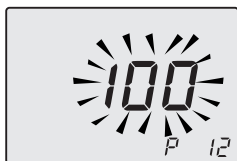

Figura 3.15
- Scorrere i vari parametri utilizzando i tasti 7 o 8 fino a far apparire sul display LCD le lettere **P12** e il valore del parametro (74=T260A.2025SM/T o 82=T260A.3035SM/T), indicanti l'entrata nel "parametro 12" (Figura 3.15).